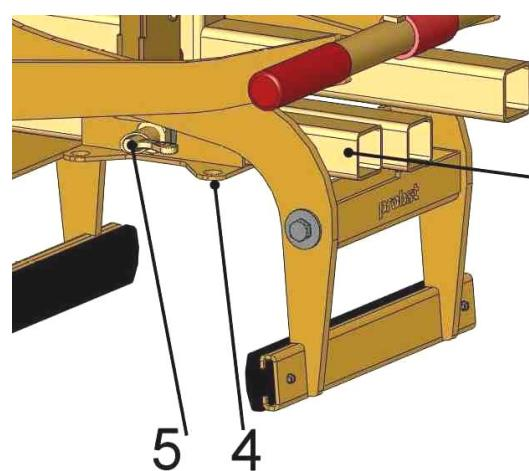

Fig. 3
- Det højdejusterbare sæde (A) fastgøres på monteringspladen til det højdejusterbare sæde (4). → Se fig. 2 (eller fig. 3).